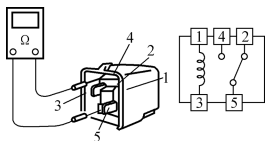

图 3-181 继电器电阻的测量
3) 如图 3-181 所示, 用万用表检查两接线柱之间的电阻, 其中端子 1 和 3 电阻应为 $70 \sim 90\Omega$, 端子 2 和 5 应导通, 端子 4 和 5 应断路。